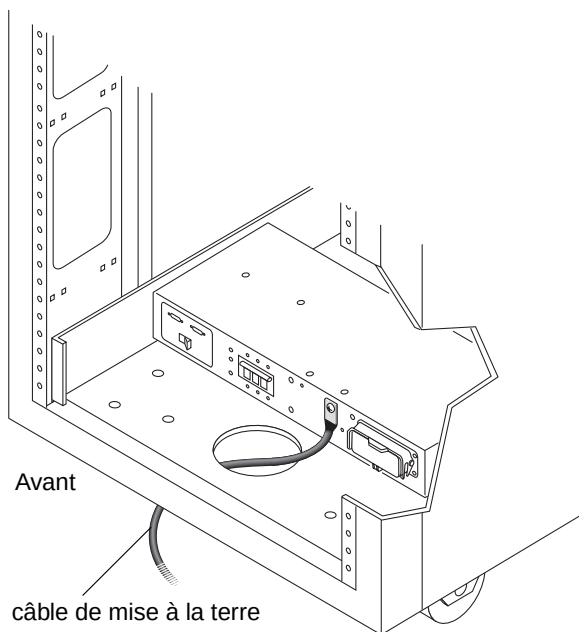

FIGURE 2-14 Connexion du câble de mise à la terre au séquenceur d'alimentation CA avant
5. **Connectez une extrémité de ce câble au séquenceur d'alimentation CA avant du coffret (FIGURE 2-14). Faites passer le câble à travers l'ouverture au bas du coffret.**